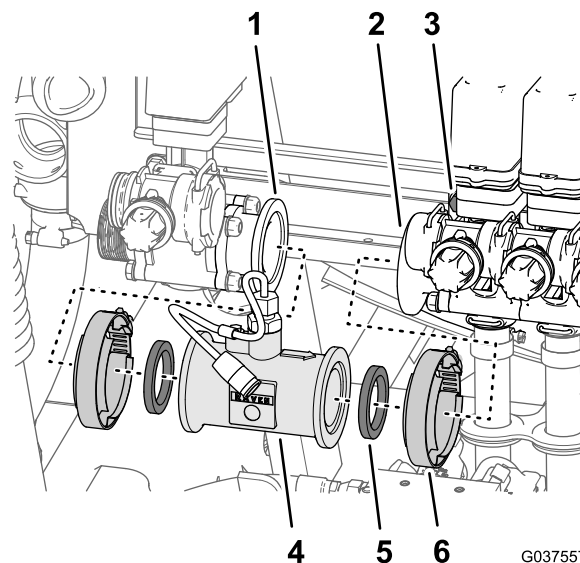

図 38
1. フローメータを攪拌コントロールバルブおよび左側ブームバルブの各フランジに固定しているフランジクランプ2個を外す 図 38。
2. 機体から、フローメータとガスケット2枚を外す 図 38。
注 必要に応じ、つのブームバルブをバルブサポートに固定しているフランジヘッドボルト4本とフランジロックナット4個をゆるめてください 図 38。